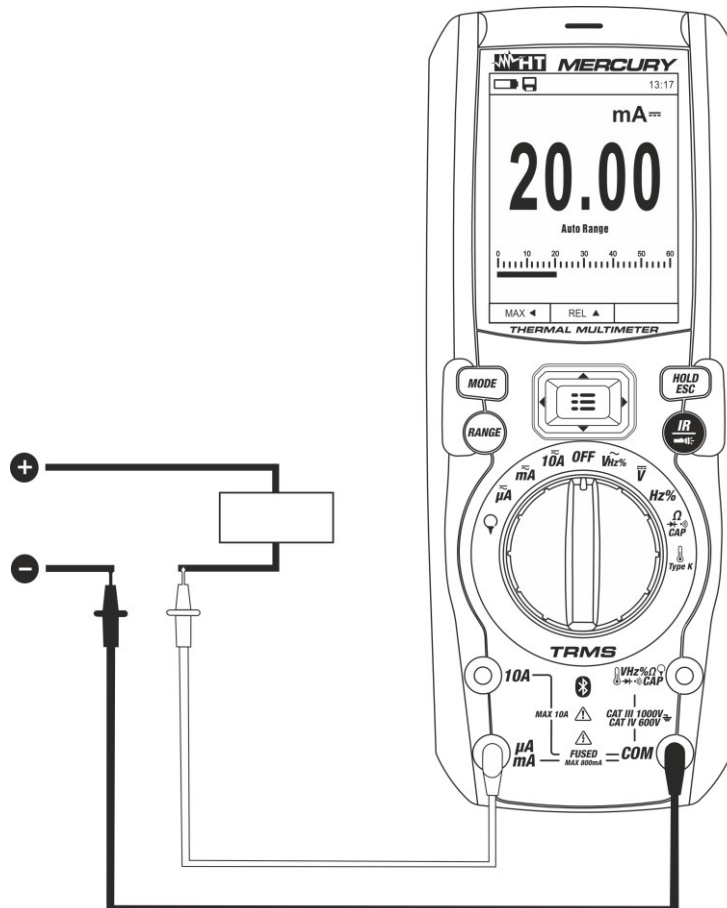

Abb. 28: Verwendung des Geräts zur Messung von DC und AC+DC Strom
4. Verbinden Sie die rote und die schwarze Messleitung in Reihe mit dem Kreis, dessen Strom Sie messen möchten, und dabei achten Sie auf die Strompolarität und -richtung (siehe Abb. 28).
8. Das Symbol "-" auf dem Display des Gerätes gibt an, dass der Strom die umgekehrte Richtung hat mit Bezug auf den Anschluss in Abb. 28